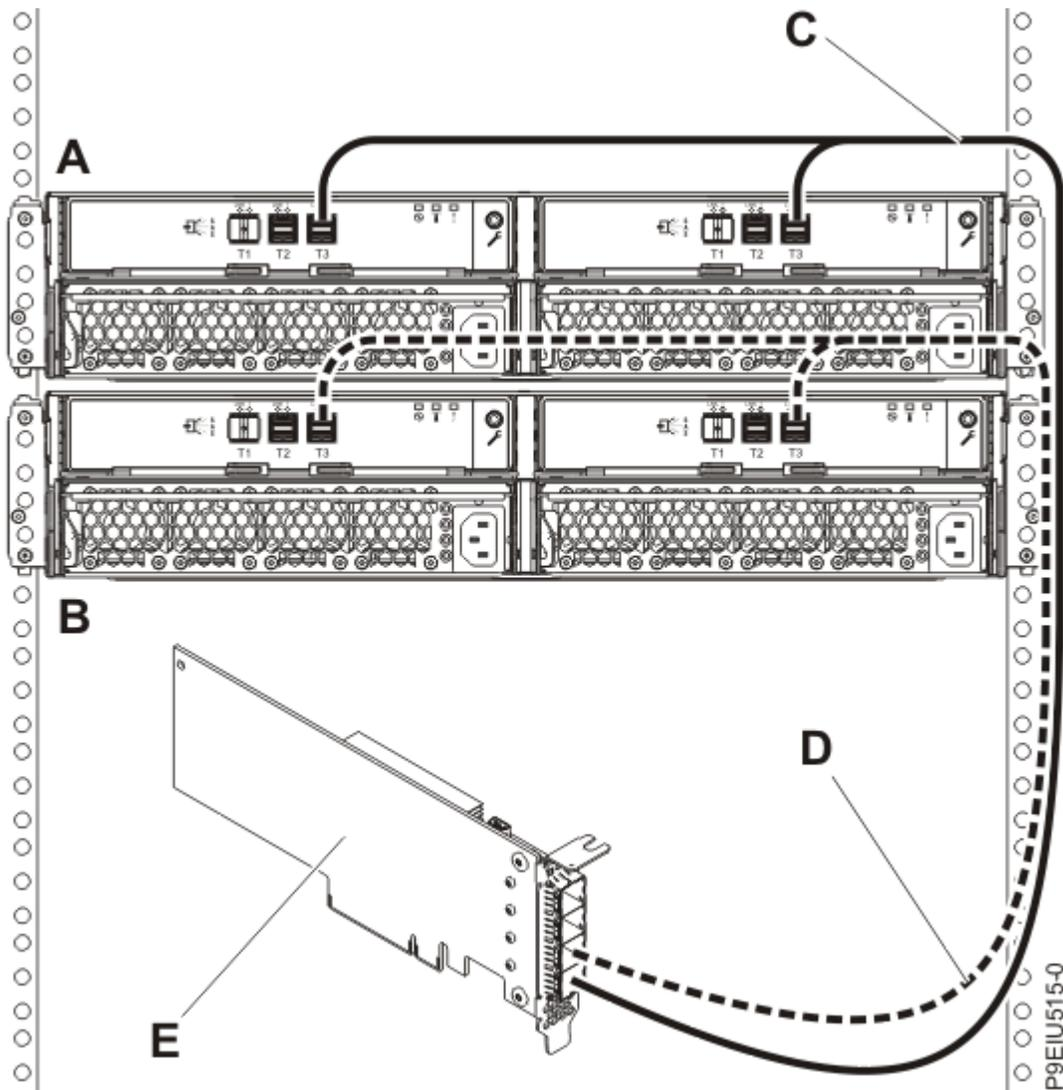

Abbildung 14. Modus 1-Anschluss von zwei ESLL- oder ESLS-Speichereinheiten mit YO12-Kabeln an einen einzelnen SAS-Adapter (FC EJ0J, FC EJ0K oder FC EJ0M)
14. Schließen Sie dann zwei Gehäuse im Modus 1 (**A und B**) mit YO12-Kabeln (**C und D**) an einen einzelnen SAS-Adapter (FC EJ0J, FC EJ0K oder FC EJ0M) (**E**) an (siehe Abbildung 14 auf Seite 20) und fahren Sie anschließend mit „Kabel und Netzkabel anschließen und Abdeckungen installieren“ auf Seite 30 fort.